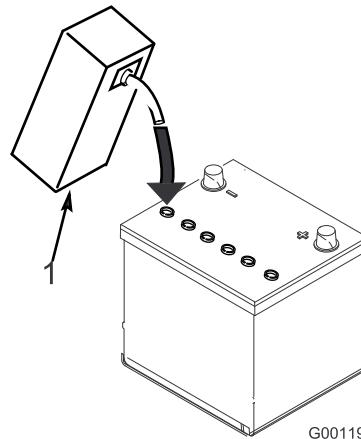

図 4
3. 各セルに慎重に電解液を満たす。電極板が 6 mm程度水没するぐらいが適当（図 4）。
4. 電極板が液を吸収するまで20～30分間程度待つ。必要に応じて、電極板が 6 mm程度水没するぐらいに電解液を補充する（図 4）。